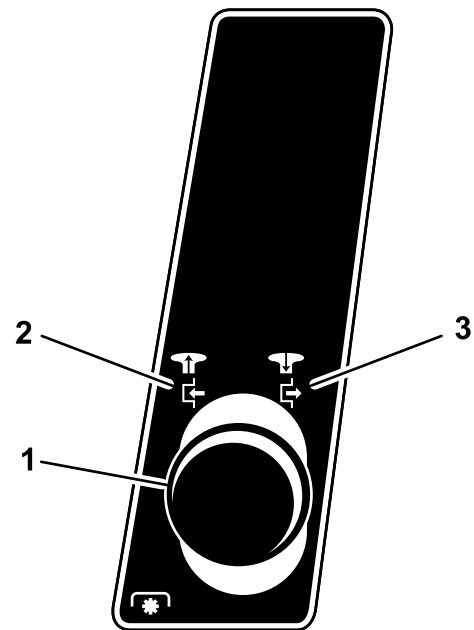

Figure 5
2. Tirez la commande des lames (PDF) en position Engagée (Figure 5).
2. Poussez le bouton de commande des lames (PDF) en position Désengagée (Figure 5).